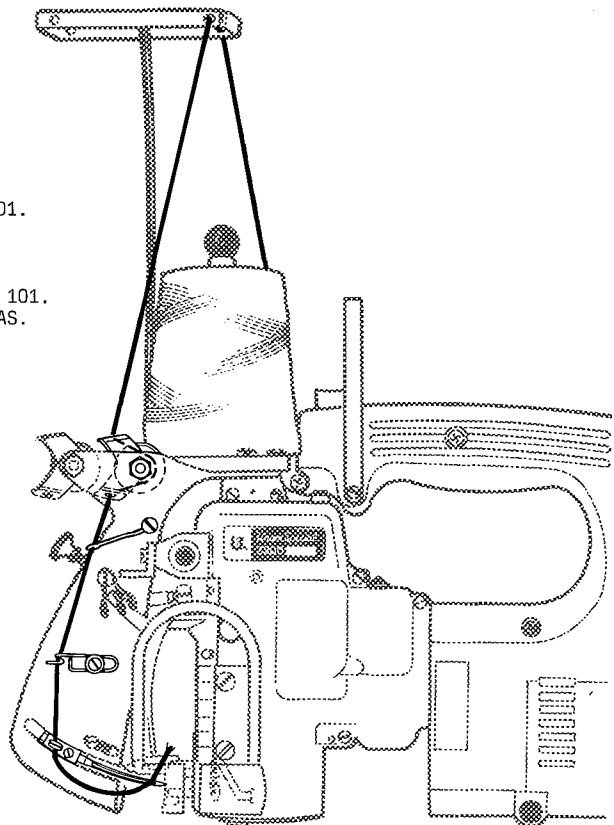

Fig.4
Prüfen Sie die Einfädeler der Maschine. Beachten Sie die Einfädelanleitung Fig. 4 und den Abschnitt "EINFÄDELN".
Thread the machine as shown in Fig. 4.
For threading the looper (double locked stitch machines only) open the hinged cover (A, Fig. 4) and turn motor handwheel in operating direction until the needle is in its lowest position below the throat plate. Reclose hinged cover (A) after threading.
The tension (L, Figs. 4 and 13) controls the looper thread and the tension (N) controls the needle thread.
The presser foot pressure is regulated with the knurled regulating screw (B, Fig. 4)
Fädeln Sie die Maschinen wie in Fig. 4 gezeigt ein.
Zum Einfädeln des Greifers (nur bei Doppelkettenstich-Maschinen) öffnen Sie die Verschußklappe (A, Fig. 4) und drehen am Motor-Handrad in Drehrichtung bis die Nadel in der tiefsten Stellung unter der Stichplatte ist.
Die Spannung (L, Fig. 4 und 13) reguliert den Greiferfaden und die Spannung (N) den Nadelfaden.
Der Drückerfußdruck wird mit der gerändelten Stellschraube (B, Fig. 4) reguliert.
Loosen the screw (D, Fig.4) for the needle and draw out the needle. Insert the shank of the new needle as far as it will go into the needle seat and with the flat on the shank facing to the front. Retighten screw (D) for the needle on the flat of the needle shank and thread the needle eye.
Lösen Sie die Schraube (D, Fig.4) für die Nadel und ziehen Sie die Nadel heraus. Stecken Sie den Kolben der neuen Nadel bis zum Anschlag in den Nadelsitz und so, daß die Fläche am Kolben nach vorne zeigt. Ziehen Sie die Schraube (D) für die Nadel auf der Fläche des Nadelkolbens wieder an und fädeln Sie das Nadelöhr ein.